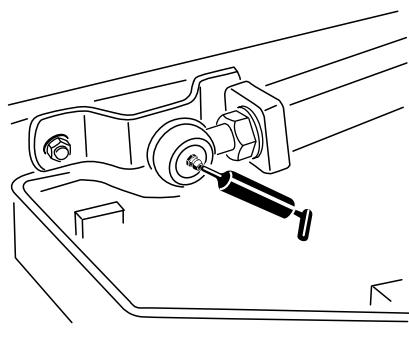

Figure 66
- 2 rotules de bras de levage (Figure 66).